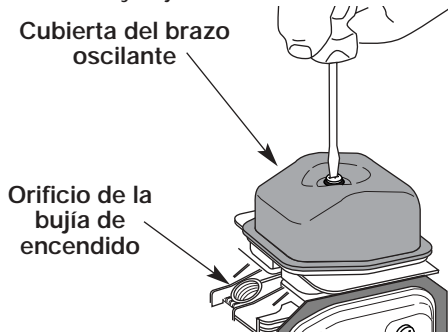

Figure 53
7. Limpie la suciedad de alrededor de la cubierta del brazo oscilante. Saque el tornillo que sostiene la cubierta del brazo oscilante con un destornillador grande de vástago plano o con una broca Torx T-25 (Fig. 53). Saque la cubierta y la junta del brazo oscilante.
- El pistón se encuentre en la parte superior de su recorrido mientras mira dentro del orificio de la bujía de encendido (Fig. 53).